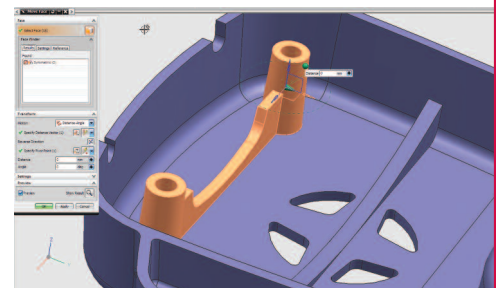

Abbildung 3: Auswahl des Flächenbereiches, den Sie verschieben möchten.
2. Wählen Sie sehr effizient und schnell die Geometrie aus, die Sie verschieben möchten. In diesem Fall die beiden Zapfen und die dazwischen liegende Rippe (siehe Abbildung 3).